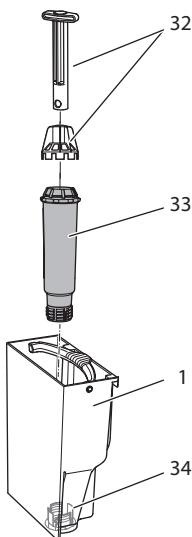

Fig. 19: Iskruning/udskruning af vandfilter
- Fjern vandfilteret (se Fig. 19 på side 183).
9. Sæt et nyt filter ind i vandbeholderen (se Fig. 19).
3. Fjern vandfilteret (se Fig. 19).